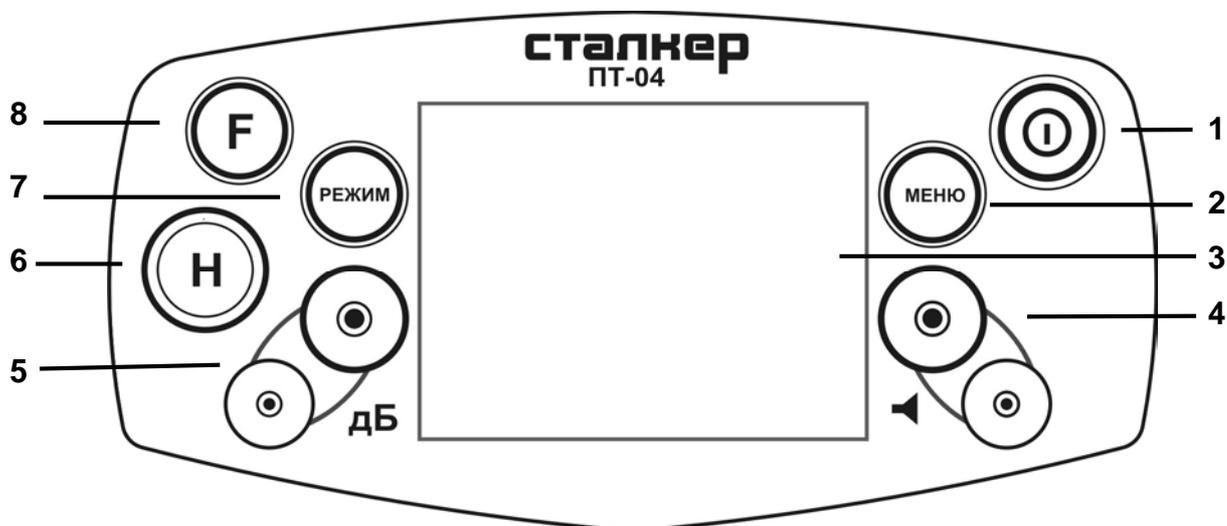

Рисунок 1.4.2 - Передняя панель приёмника
2.2.4 Включение и выключение приёмника осуществляется нажатиями кнопки «**I**» (см. рис. 1.4.2, поз. 1).